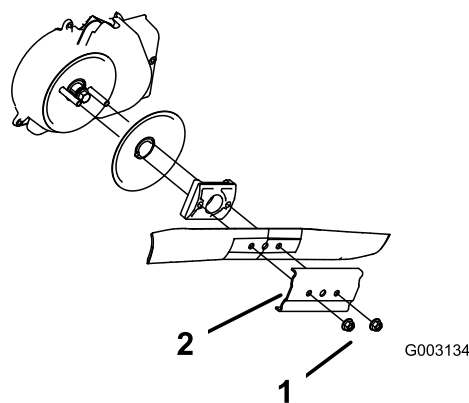

Figure 43
3. Retirez les 2 écrous de la lame et le renfort (Figure 43).
4. Déposez la lame (Figure 43).
5. Déposez le dispositif d'entraînement de la lame et le disque (Figure 43).
6. Déposez la protection du débrayage du frein de lame (Figure 43).
10. Reposez la lame et le renfort déposés précédemment (Figure 43).